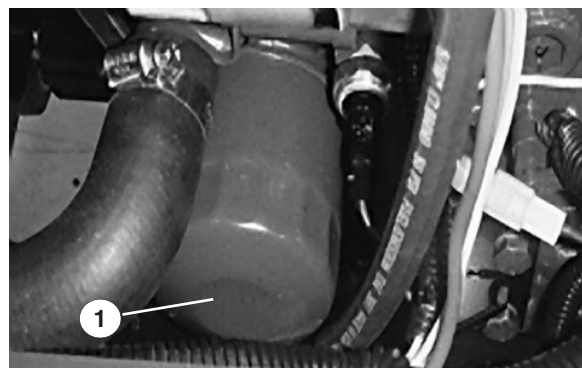

Bild 25
5. Entfernen Sie den Ölfilter und bauen Sie einen neuen ein (Bild 25).